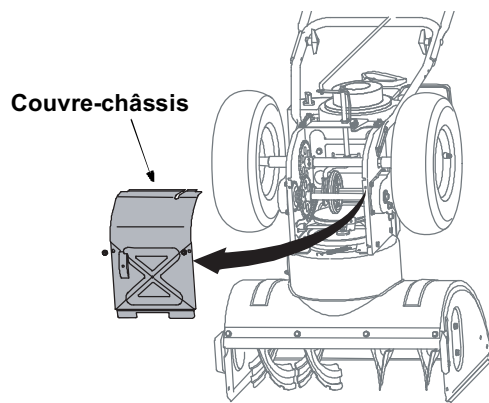

Figure 24
- Basculez la souffleuse vers l avant pour la faire reposer sur l habitacle. Enlevez les deux vis auto-taraudeuses du couvre-châssis sous la souffleuse et écartez celui-ci. Voir la Figure 24 Faites faire un demi-tour à la vis à épaulement et dégagez-la du support de montage. Voir la Figure 24 .
- Basculez la souffleuse vers l'avant pour la faire reposer sur l'habitacle. Enlevez les deux vis auto-taraudeuses du couvre-châssis sous la souffleuse et écartez-le. Voir la Figure 24 .